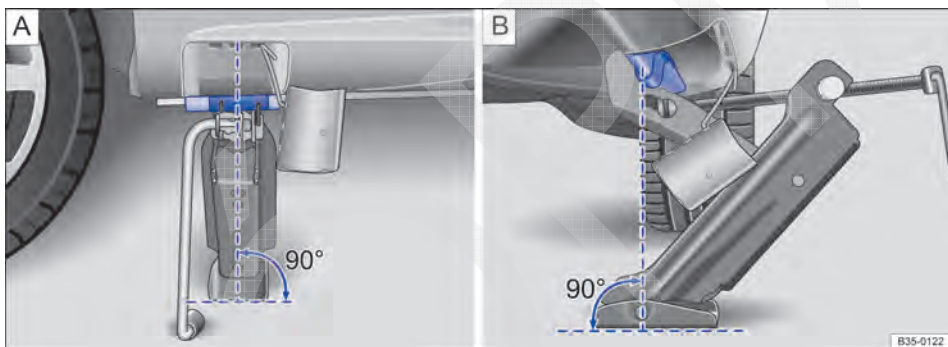

Fig. 261 Macaco posicionado no lado esquerdo traseiro do veículo.
- Garantir que a base do macaco, com toda sua superfície, esteja sobre o chão e que a base se encontre perpendicularmente abaixo do ponto de colocação ⇒ Fig. 261.
- Alinhar o macaco e, simultaneamente, levantar a garra do macaco até ela se encaixar na travessa debaixo do veículo ⇒ Fig. 261.
- Posicionar o macaco somente nos pontos indicados. A garra do macaco deve se encaixar no perfil da longarina de forma segura ⇒ Fig. 261.